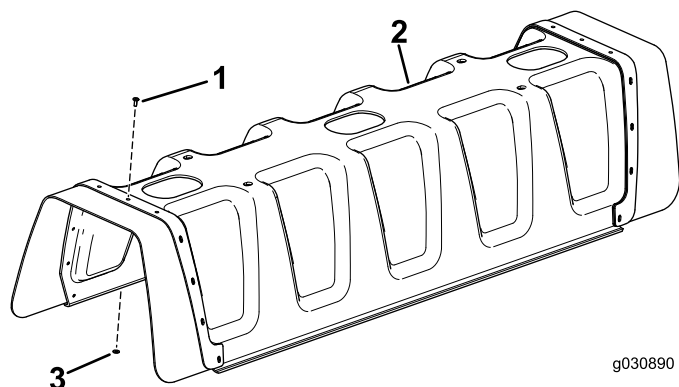

Figura 4
3. Instale 11 rebites cegos (3/16" x 1/2") e anilhas (3/16") na cobertura da rampa central (Figura 4).